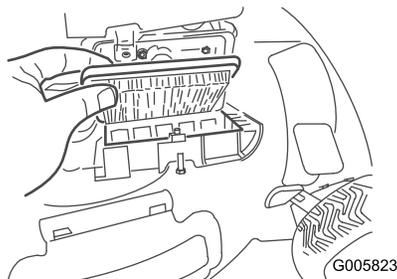

Bild 18
2. Tauschen Sie den Luftfilter aus (Bild 18).